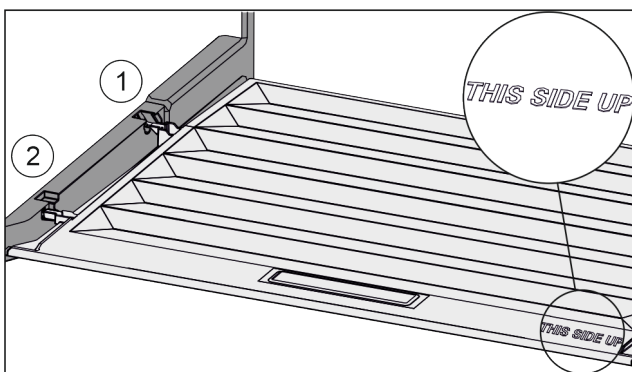

Fig. 52
- ▶ Sätt in lockbygeln över öppningen för den bakre hållaren Fig. 52 (1) och fäst den framtill i hållaren Fig. 52 (2).